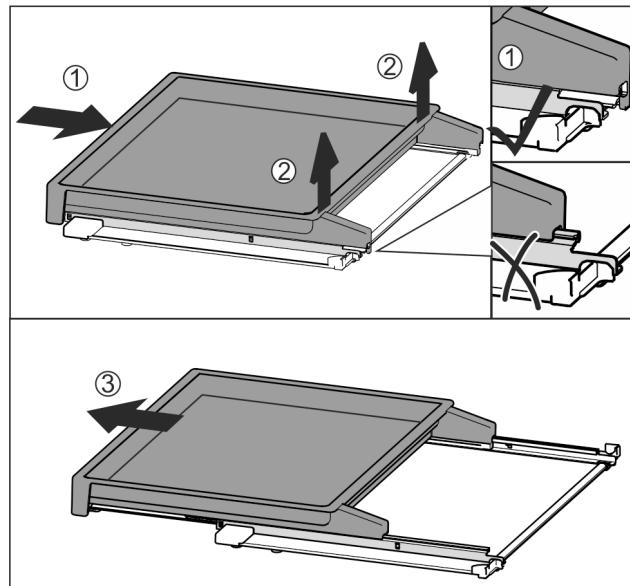

Fig. 50
- Повністю вставте витяжну панель Fig. 50 (1).
- Відпустити фіксатор на задній стороні Fig. 50 (2).
- Потягніть витяжну панель вперед Fig. 50 (3).